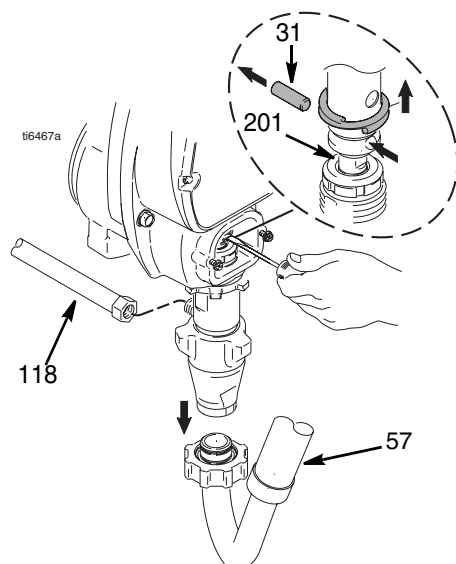

FIG. 16
3. FIG. 16. Arrêter la pompe avec la tige de piston (201) en position basse.
5. FIG. 16. Enlever le flexible (118) et le flexible d'aspiration (57). Utiliser un tournevis ; relever le ressort et sortir la broche (31).